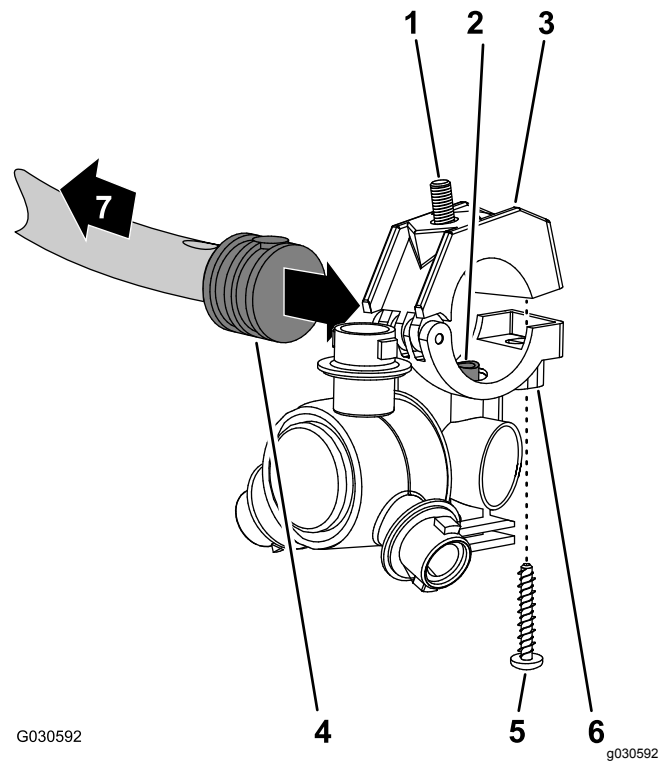

Figure 131
1. Alignez le tube de transfert dans le demi-collier inférieur d'une buse de pulvérisation (Figure 131) et le trou dans le côté de l'anneau cannelé simple (1/2").
2. Fermez le demi-collier supérieur autour de l'anneau cannelé et fixez le demi-collier et le corps de la buse de pulvérisation (Figure 131) avec la vis en acier inoxydable (n° 12 x 1¼") ; serrez la vis en acier inoxydable à un couple de 14 à 18 N·m.